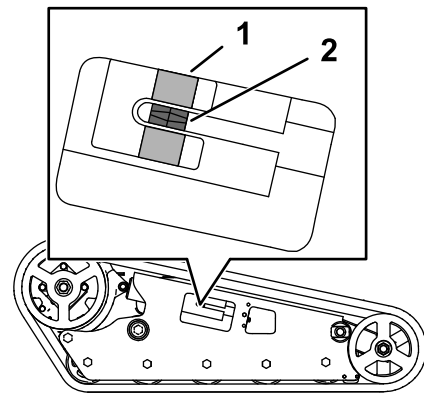

Bild 58
Stellen Sie sicher, dass der Spannblock mit der grünen Führung auf dem Aufkleber ausgefluchtet ist, oder dass der Block 1,3 cm von der Rückseite des Spannungsrohrschlitzes entfernt ist (Bild 58).
- Drehen Sie die Spannschraube mit einer Ratsche (1/2"), bis der Spannblock mit der grünen Führung auf dem Aufkleber ausgefluchtet ist, oder er 1,3 cm von der Rückseite des Spannungsrohrschlitzes entfernt ist (Bild 58).
- Stellen Sie sicher, dass sich der Spannblock an beiden Ketten an der grünen Führung auf dem Aufkleber ausgerichtet ist, oder dass er 1,3 cm von der Rückseite des Spannungsrohrschlitzes entfernt ist (Bild 58). Stellen Sie sie bei Bedarf ein.